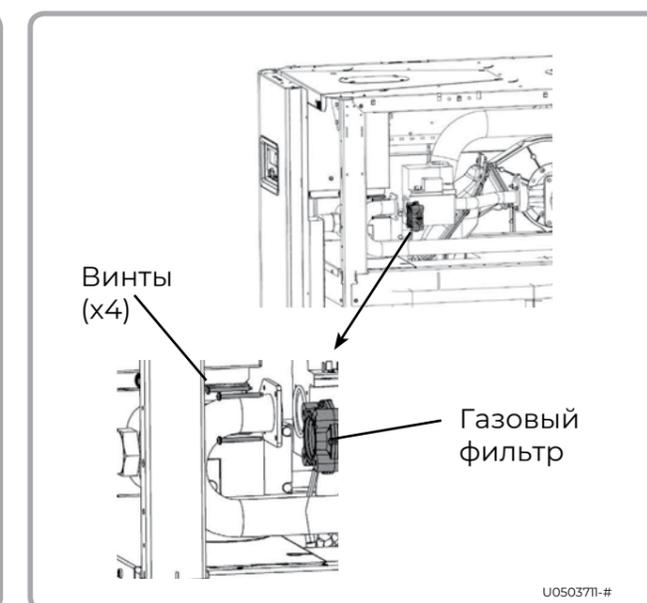

Рисунок 47 – Газовый фильтр от 180 до 600
- Установите зажим (слово UP («ВВЕРХ») должно быть видимым, а внутренняя проушина должна быть расположена на задней оси котла - см. Рисунок 47).
- Сожмите, надавив вниз, и поверните инструмент по часовой стрелке, чтобы заблокировать трубу (см. Рисунок 47).